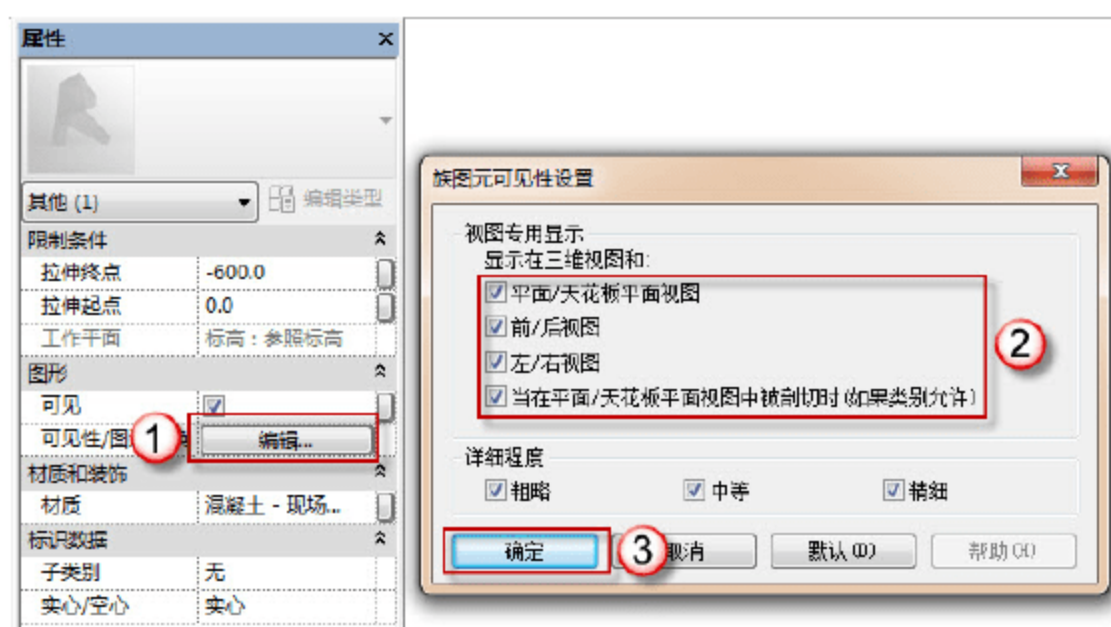
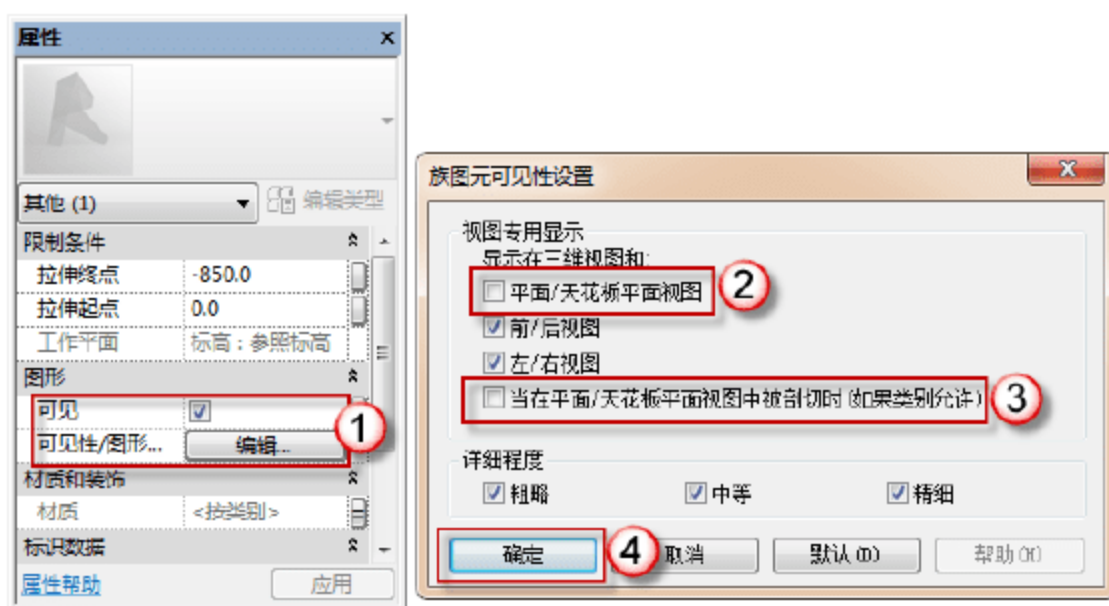

图 2.1.87 承台可见性
图 2.1.88 垫层可见性
(10) 编辑可见性。在“项目浏览器”面板中选择“楼层平面”→“参照标高”选项，选择“承台”，在“属性”面板中单击“可见性/图形替换”后的“编辑”按钮，在弹出的“族图元可见性设置”对话框中，选中全部复选框，并单击“确定”按钮，如图 2.1.87 所示。同样选择“垫层”，在“属性”面板中单击“可见性/图形替换”后的“编辑”按钮，在弹出的“族图元可见性设置”对话框中，取消“平面/天花板平面视图”和“当在平面/天花板平面视图被剖切时（如果类别允许）”复选框的选择，并单击“确定”按钮，如图 2.1.88 所示。